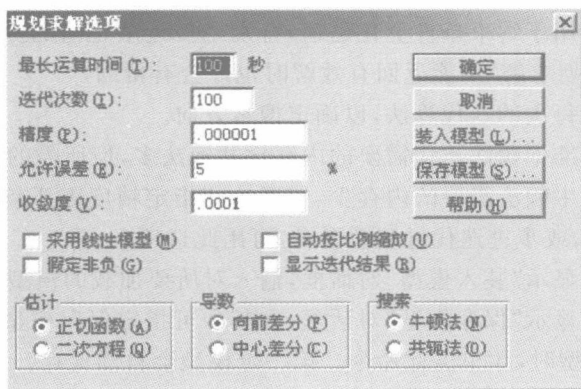

图 2-5 “规划求解选项”对话框
(7) 更改：显示“更改约束”对话框。注意：单击此按钮的时候，要先选择需要更改的约束。
(8) 删除：删除选定的约束条件。同样单击此按钮前，要先选择需要删除的约束。
(9) 求解：对定义好的问题进行求解。
(10) 关闭：关闭对话框，不进行规划求解。但保留通过“选项”、“添加”、“更改”或“删除”按钮所做的更改。也就是说，下次再次单击“规划求解”按钮后，对话框显示上回所设置的参数。
(11) 选项：显示“规划求解选项”对话框。在其中可加载或保存规划求解模型，并对求解过程的高级属性进行控制，见图 2-5。